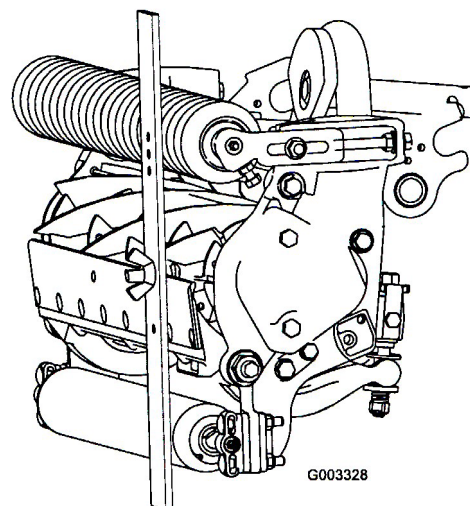

図 16
3. ゲージバーのネジ頭を下刃の先端に引っ掛け、バーの後端を後ローラに当てがう (図16)。
注：出荷時に面取りを施していますが(図16)、この面取りはベッドナイフの寿命の中ほど(40%)でなくなりますので、再度の面取りが必要になります。